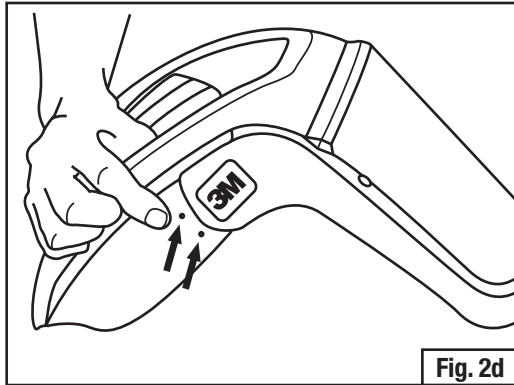
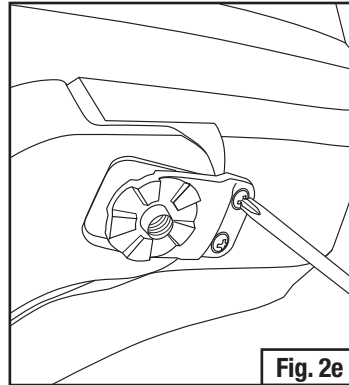

Fig. 2d
Fig. 2e
- Instala la leva y el poste del pivote en el poste del marco de la visera. Asegúrate de que las levas y los postes de pivote se instalen en el lado correcto del arnés siguiendo la etiqueta en cada leva y poste de pivote (L y R, para izquierda y derecha, según estén desgastados) (Fig. 2c). Alinea los orificios de los tornillos en la leva y el poste del pivote con los agujeros guía en la cubierta de la protección de la cabeza. Si se trata de una instalación nueva, ubica los puntos de fijación de la orejera en la parte exterior de la cubierta de la protección de la cabeza (Fig. 2d). Ten en cuenta que sobre la protección de la cabeza series M-400 y M-300 hay hendiduras visibles en el exterior del casco donde se unen las orejeras. En el M-200, es posible que las hendiduras no sean tan visibles en el exterior del casco. Usa un bolígrafo o un destornillador para presionar con suavidad los puntos de fijación del tornillo para iniciar el orificio (es decir, una hendidura). Esto hará que sea más fácil insertar los tornillos en el casco. Instala los tornillos con un destornillador manual de cabeza Phillips del tamaño adecuado y aprieta hasta que quede seguro (Fig. 2e).